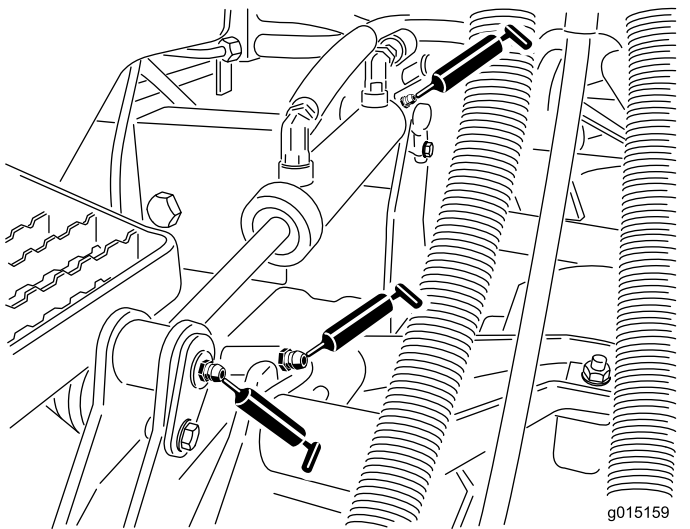

图 84
- 提升臂轴套每个滚刀组 1 个(图 84)
- 提升油缸轴套每个滚刀组 2 个 (图 84)